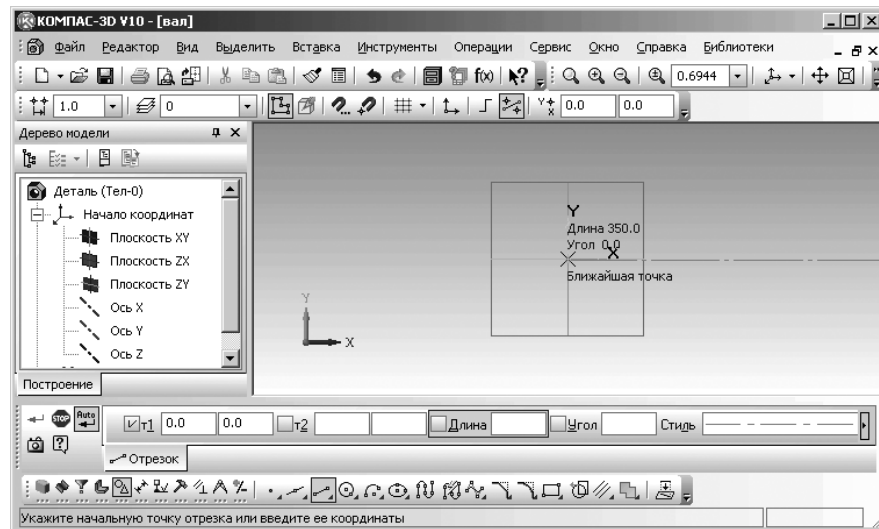

Рис. 2.41. Главное окно системы с возможным расположением осевой линии
- по предопределению поле **Угол** на **Панели свойств: Отрезок** станет активным (выделенным). Наберите на клавиатуре число 0, если его там не было, а затем нажмите клавишу **Enter** для фиксации ввода данных. В поле **Угол** появится значение 0, а перед ним в квадратике крестик –  **Угол** 0.0 . Появится искомая ось. Возможное расположение осевой линии показано на рис. 2.41.